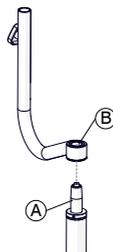
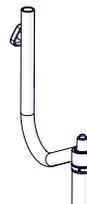

Fig.13
Fig.14
- Introduzca el agujero **B** (Fig.13) del tubo (soporte) a través del eje del pistón **A** (Fig.13) hasta que se apoyen sobre el aro (Fig.14).